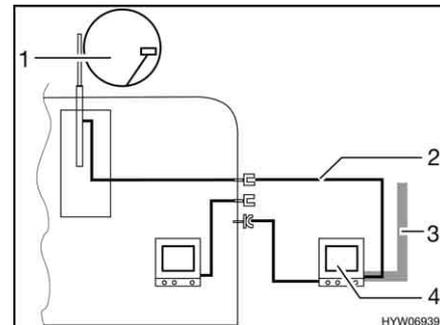

Fig. 178 TV nella tenda veranda
- TV nella tenda veranda (Fig. 178,4): Collegamento all'antenna del tetto (Fig. 178,1) con cavo di collegamento (Fig. 178,2)
- TV nella tenda veranda (Fig. 178,4): Collegamento a antenna esterna (Fig. 178,3)